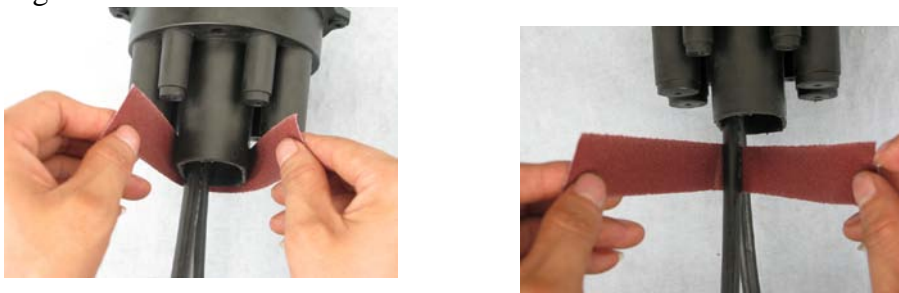

Figura 5
4.3.2.4 Limpie cuidadosamente la entrada y cubierta del cable, para asegurar un termo sellado de calidad. (Figura 5)